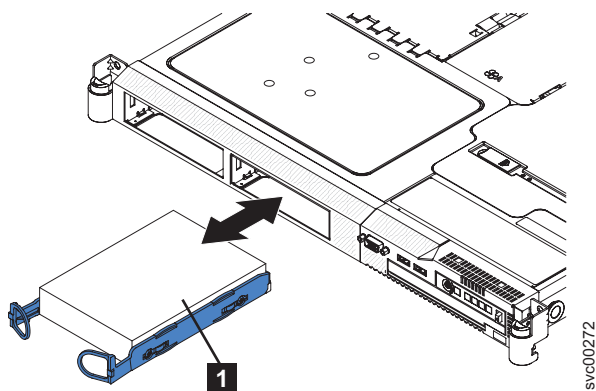

図 158. SAN ボリューム・コントローラー 2145-8G4 からの SATA ディスク・ドライブの取り外し
4. ドライブ・トレイ (図 158に示す) の各グループをお互いの方向に引っ張って、ベイからこのトレイを引き出します。